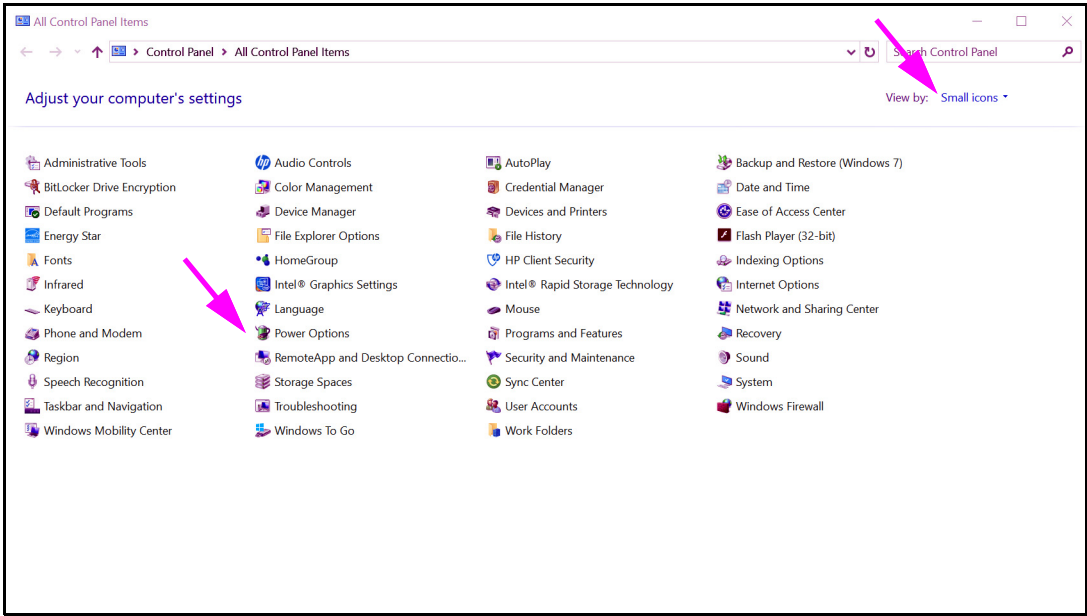

图 2-24. All Control Panel Items (所有控制面板项目) 窗口
- 2. 选择 **Windows System** (Windows 系统) > **Control Panel** (控制面板)。如果视图设置为 Small (小) 图标，则出现 All Control Panel Items (所有控制面板项目)，如图 2-24 所示。单击 **Power Options** (电源选项)。